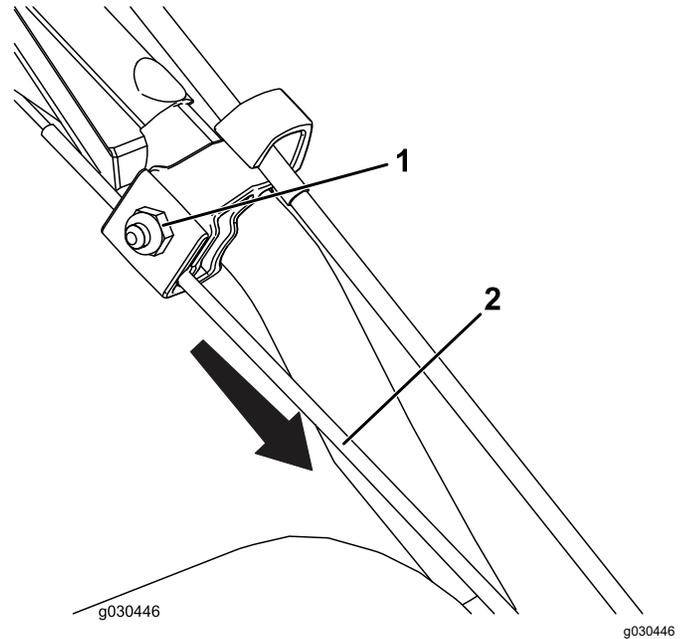

Bild 25
1. Lockern Sie die Mutter an der oberen Kabelklemme, ohne sie zu entfernen (Bild 25).
2. Ziehen Sie das Drahtseil nach unten, damit es nicht durchhängt (Bild 25).
3. Ziehen Sie die Mutter fest (Bild 25).